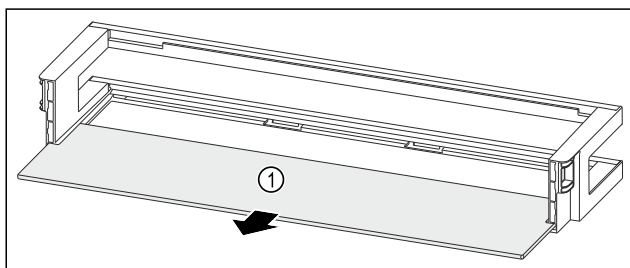

Fig. 50 Dørhylde med hylde
- ▶ Tag hylden Fig. 50 (1) ud.